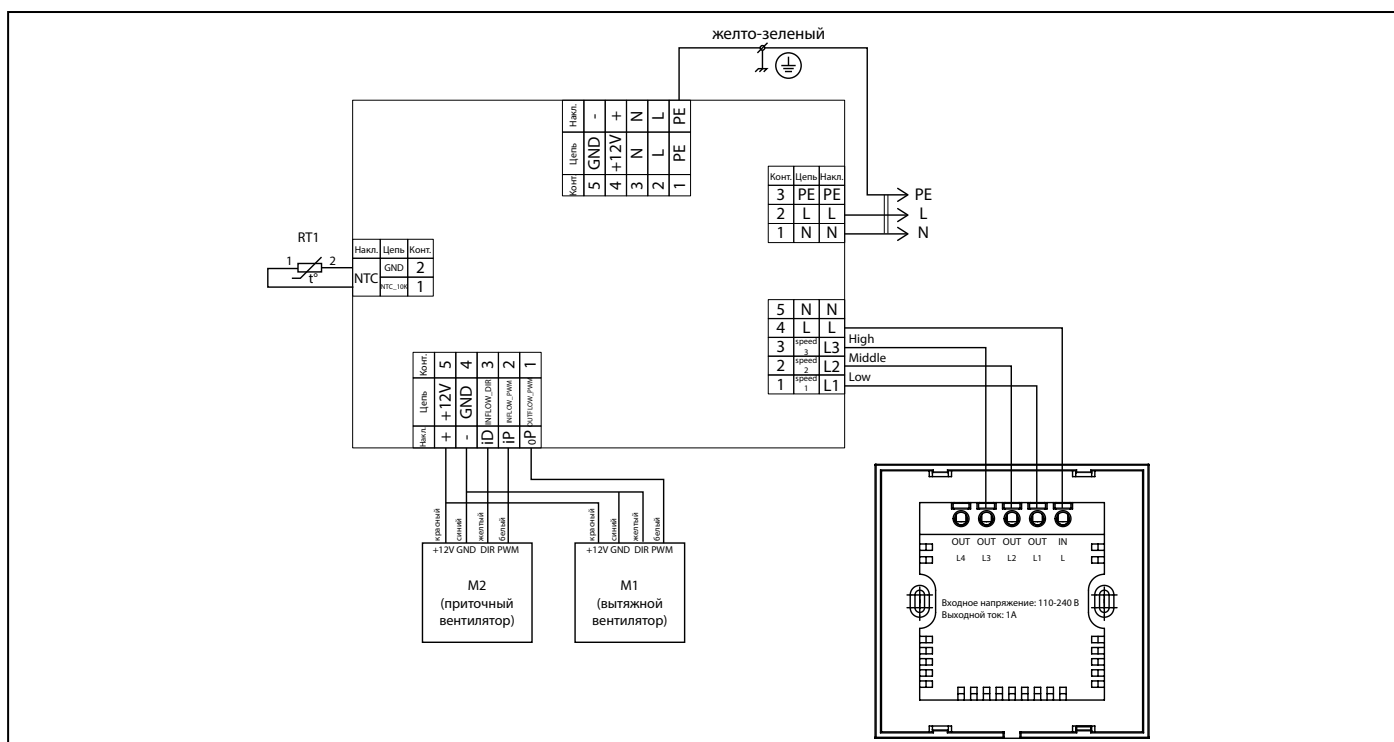

Рис. 12. Схема подключения
Модуль контроллера установки расположен под защитной панелью установки, рис. 12. Подключение установки к сенсорному переключателю скоростей осуществляется 4-х жильным кабелем, длиной 3м, который поставляется в комплекте. Сечение каждой жилы не менее 0.25 мм². Максимальная длина кабеля от установки до сенсорного переключателя скоростей – 30 м.
- 5) Подключите кабель управления к переключателю скорости в соответствии со схемой (рис. 12).